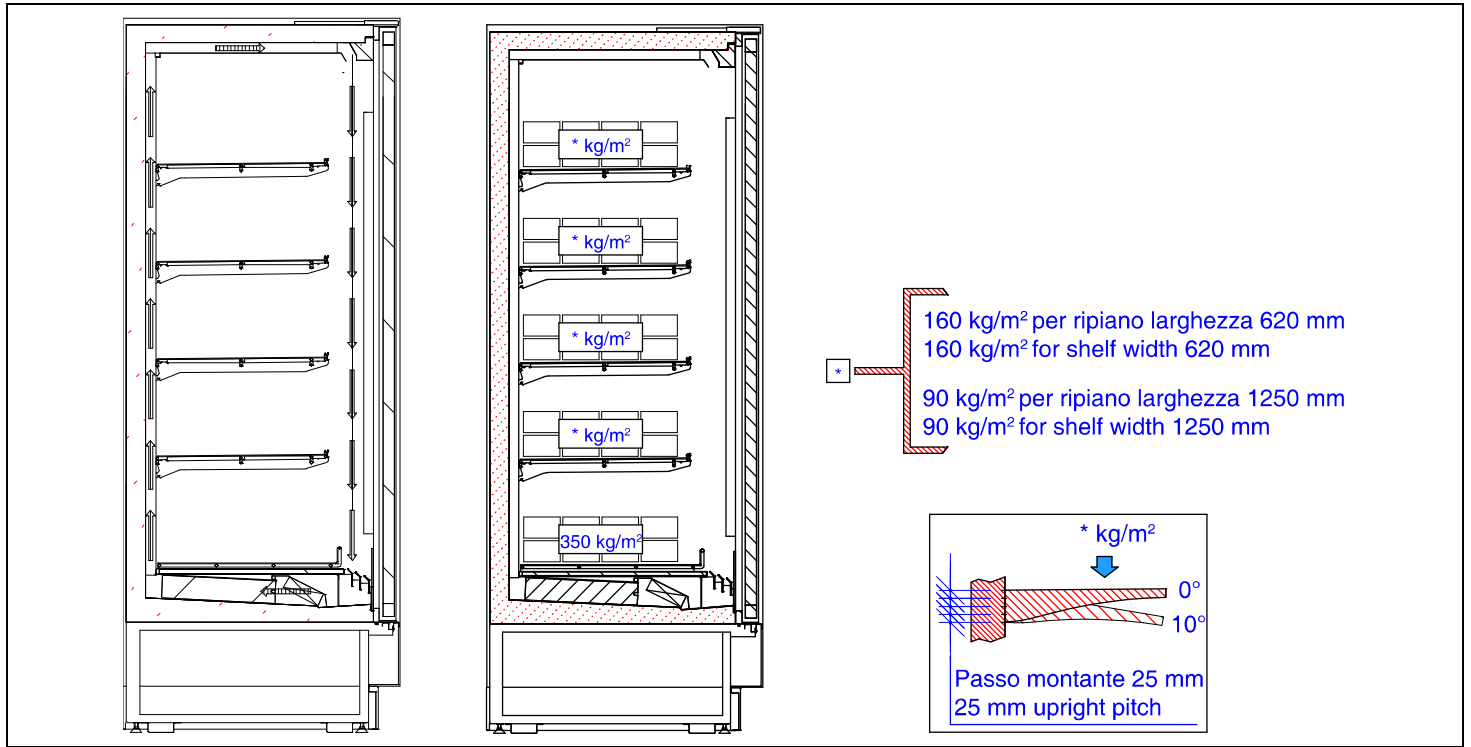

Fig. 16
Disporre la merce in modo uniforme e ordinato evitando di sovraccaricare i ripiani (FIG. 16):
- Non ostruire le feritoie di distribuzione del freddo che garantiscono il corretto flusso dell'aria (FIG. 16)